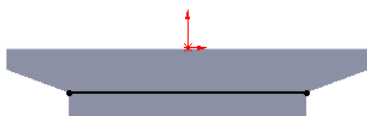
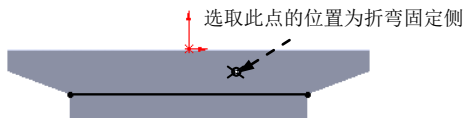

图 11.2.19 绘制的折弯线
图 11.2.20 折弯固定侧的位置
- ② 定义折弯线草图。在草图环境中绘制图 11.2.19 所示的折弯线。
- ③ 选择下拉菜单 **插入(I)** → **退出草图** 命令，退出草图环境，此时系统弹出“绘制的折弯”对话框。
- (3) 定义折弯固定侧。在图 11.2.20 所示的位置处单击，确定折弯固定侧。
- (4) 定义钣金参数属性。在 **折弯参数(P)** 区域的 文本框中输入折弯角度值 45.0，在 **折弯位置:** 区域中单击“材料在外”按钮 。
- (5) 单击 按钮，完成绘制的折弯 3 的创建。